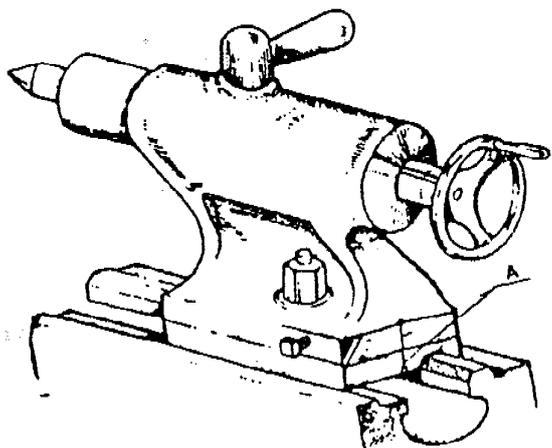

Figura 3
- 1. Verificar el alineamiento de la contrapunta por la referencia A (Figura 3) y corregir, si es necesario.